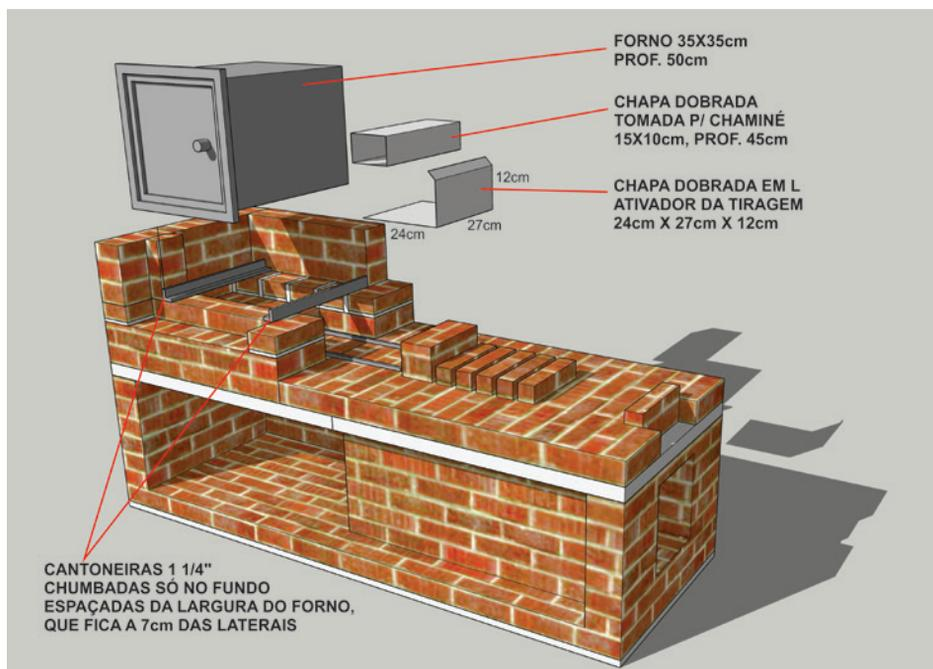

Figura 6
10. Chumbe barras-cantoneira de 1 ¼" nas paredes laterais e do fundo da caixa do forno, deixando a outra extremidade livremente apoiada. O forno é colocado e retirado como se fosse uma gaveta, correndo nas cantoneiras. Deixar por baixo do forno uma altura de 7 centímetros (figura 6).